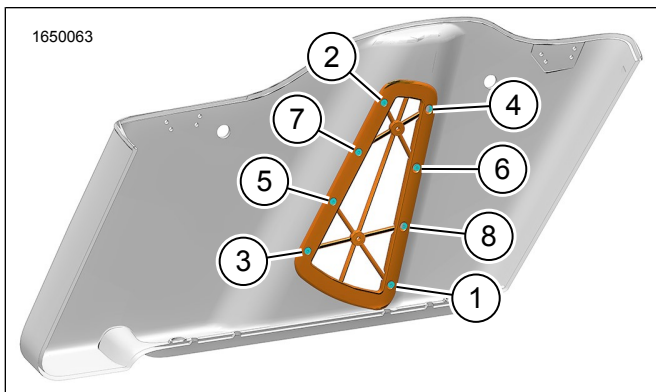

Figure 13. Séquence de serrage - Vis d'enjoliveur
- b. Voir la Figure 13. Serrez dans l'ordre.